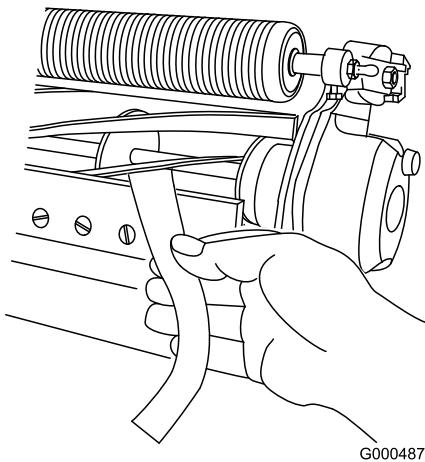

Рисунок 18
3. Проверьте режущие способности блока, вставив длинную полоску специальной бумаги Togo (деталь №125-5610) между барабаном и неподвижным ножом, перпендикулярно неподвижному ножу (Рисунок 18). **Медленно** вращайте барабан вперед. При этом бумага будет разрезаться.